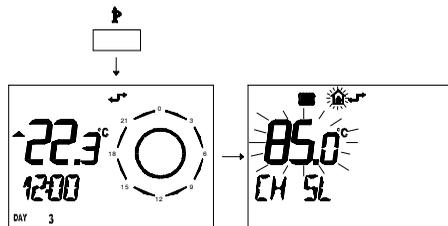

fig. 5.17
- 1 Premere per più di 3 secondi il pulsante per entrare in modalità **NFO**. fig. 5.17